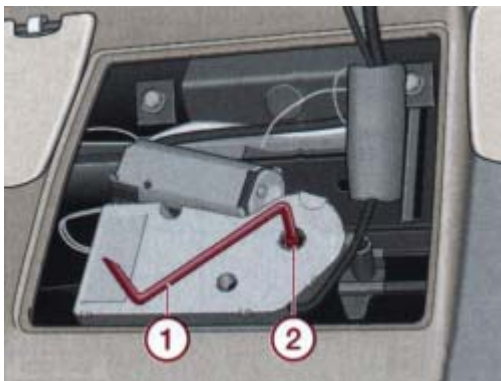

Рис. 1–58. Установка воротка (1) в отверстие (2) при закрытии сдвижной панели
- Выньте кривошипный вороток 1 (рис. 1–58) с обратной стороны кожуха, вставьте его в отверстие 2 и, вращая вороток, закройте сдвижную панель.